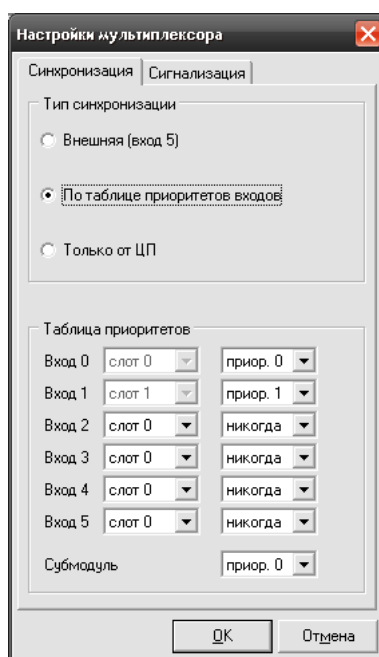

Рисунок 27
- выбрать вкладку «*синхронизация*» (рис. 27);